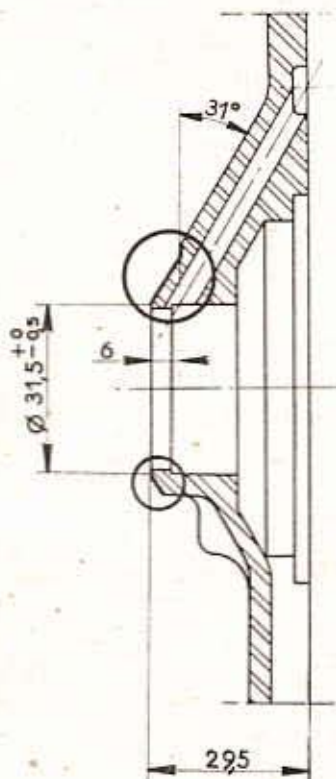

Fig. 26. — Zones du carter de boîte à retoucher
- retoucher, à la disqueuse ou à la meule portative, le point de contact du carter et de la butée (fig. 26) :